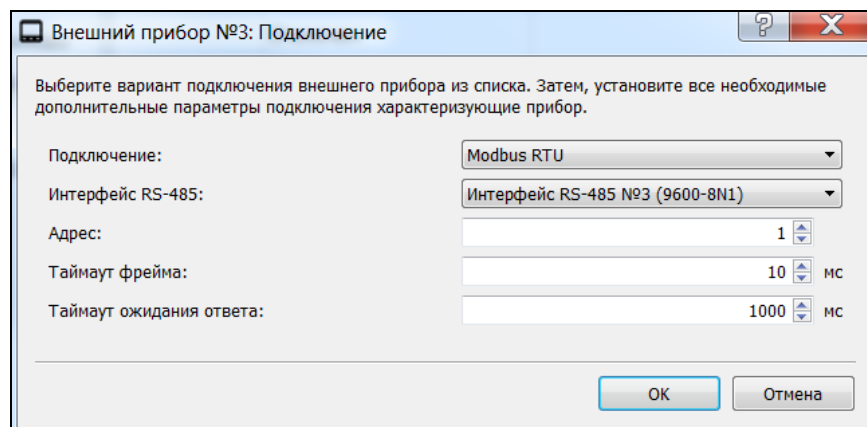

Рисунок 6 – Настройка параметров подключения внешнего прибора
- 3) В графе «Подключение» – задать параметры подключения соответствующего прибора по RS485. При этом при двойном щелчке мыши по соответствующей ячейке таблицы (в строке таблицы, соответствующей настраиваемому прибору) будет выведен диалог настройки подключения (см. рисунок 6). В указанном диалоге необходимо сначала задать протокол передачи через интерфейс RS485 в поле «Подключение», затем выбрать интерфейс RS485, через который подключен прибор, и уже затем задать все прочие параметры подключения в диалоге и нажать в диалоге кнопку «ОК».